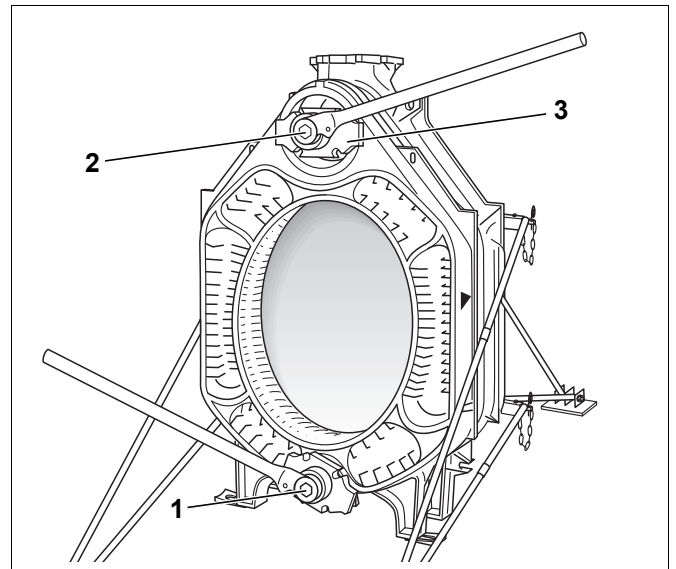

Рис. 19 Применение стяжного инструмента котла
Используйте стяжной инструмент размера 2.2 или 2.3 (рис. 4 или рис. 5 и рис. 19, [1] и [2]).
- ▶ Наденьте фланцы (рис. 19, [3]) со стяжной гайкой на штанги (рис. 4, стр. 13 или рис. 5, стр. 13, [4]).